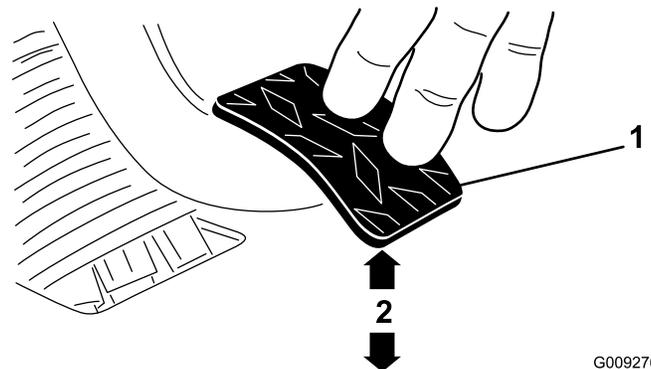

Figura 70
3. Ajuste las contratueras o la articulación esférica hasta que el borde trasero del pedal del embrague esté a  $9,5 \pm 0,3$  cm del borde superior del dibujo a rombos de la chapa de suelo al aplicar una fuerza de 1,8 kg al pedal (Figura 70).